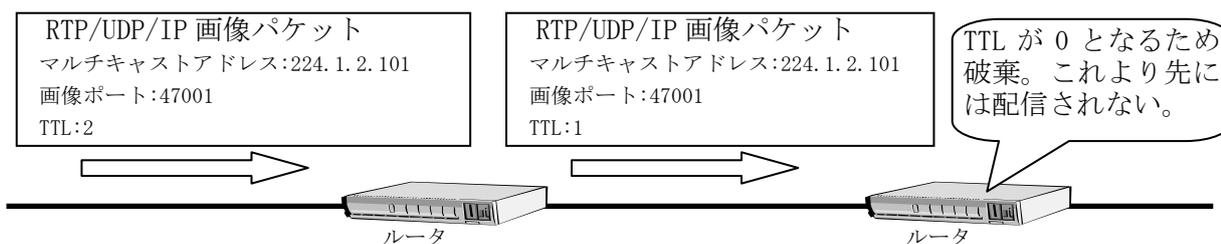

図 9-7 TTL について
- (1) TTL (Time To Live) とはパケットの有効期間を示す値で、図 9-7に示す様にルータ等を経由するたびに値が1減算され、TTL 値が0になった時点で、ルータ等がパケットを破棄します。
- (2) カメラに設定される TTL 値は、RTP/UDP/IP プロトコルによる画像パケットにのみ適用されます。制御パケット、TCP/IP プロトコルの画像パケットには適用されません。
- (3) ルータを使用してカメラ画像配信を行う場合は、経由するルータの段数に注意して TTL 値を設定してください。